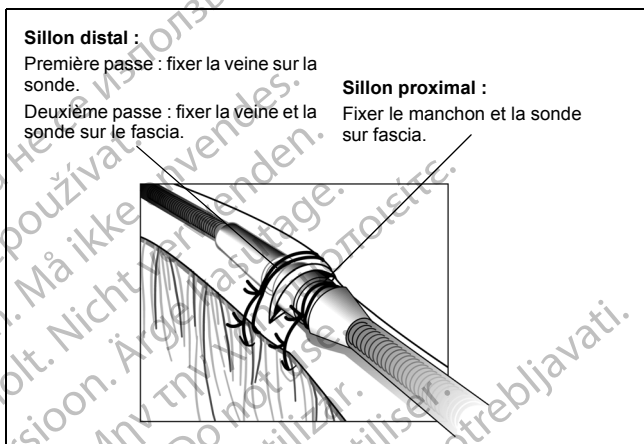

Figure 8. Utilisation du manchon avec la technique par dénudation veineuse.
1. Glisser le manchon de suture dans la veine au-delà du sillon distal. Ligaturer la veine autour du manchon de suture de manière à obtenir une hémostase. Ensuite, en utilisant le même sillon, fixer la sonde et la veine sur le fascia adjacent (Figure 8).